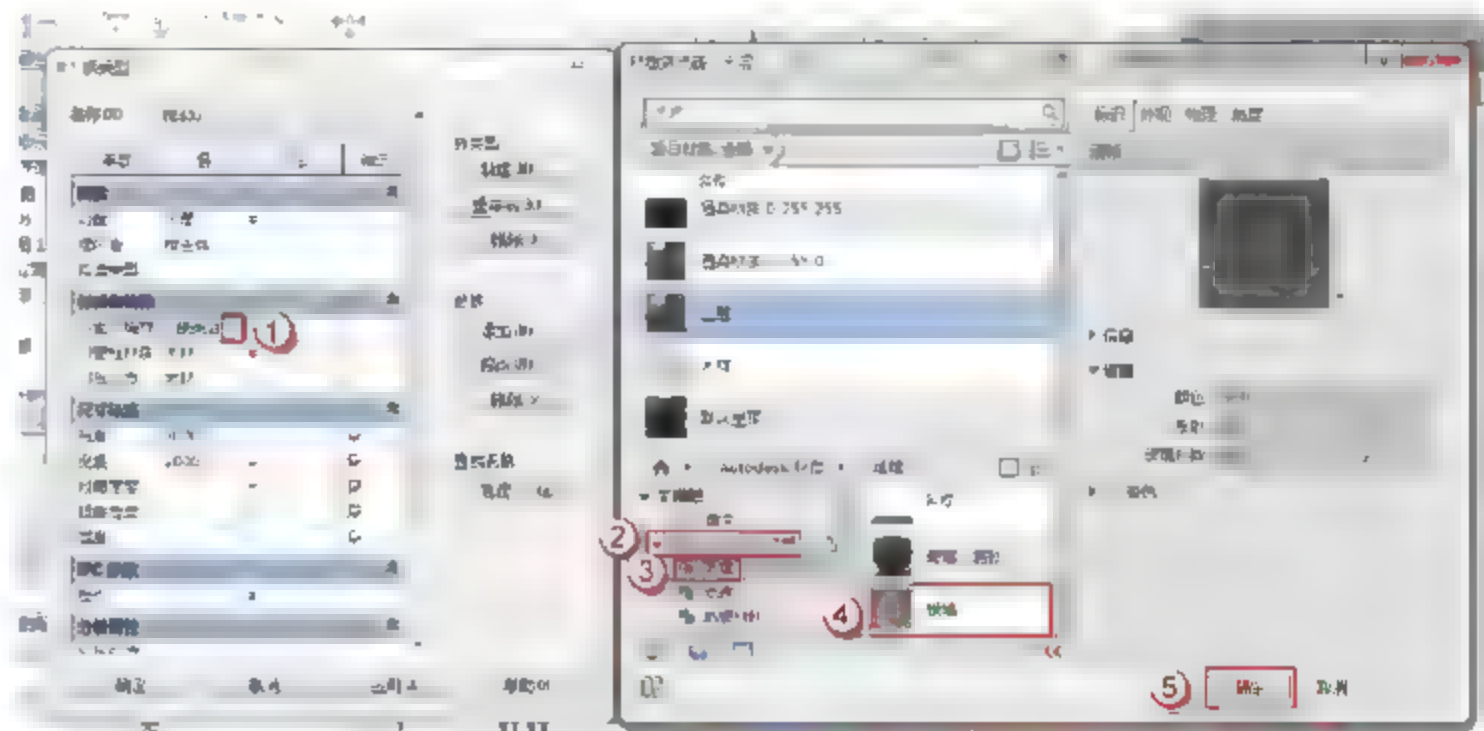

图 6.2.28 编辑门窗玻璃材质
(26) 编辑材质。单击“族类型”按钮，弹出“族类型”对话框，单击“材质和装饰”栏“门窗玻璃材质”右侧的“<按类别>”按钮，弹出“材质浏览器”对话框。选择“主视图”→“Autodesk 材质”→“玻璃”→“玻璃”选项，双击“玻璃”材质将其添加到“文档材质”。选择“文档材质”中的“玻璃”材质，单击“材质浏览器”对话框中的“确定”按钮，如图 6.2.28 所示。